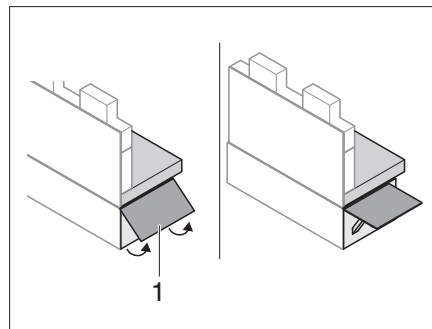

Bild 149 Sitzbankverlängerung herausklappen
- Sitzbankverlängerung (Bild 149,1) nach oben klappen.
- Entriegelungslasche einschieben und Sitzbankverlängerung (Bild 149,1) einklappen.